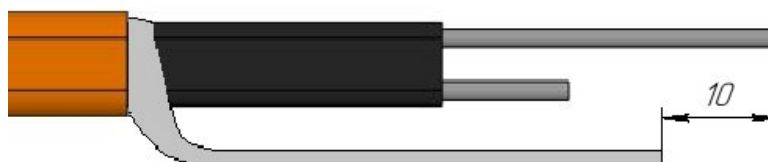

Рисунок 2
3.2.6 Обрезать жгут оплетки плоского кабеля на длину 10 ± 2 мм от края (рисунок 2).